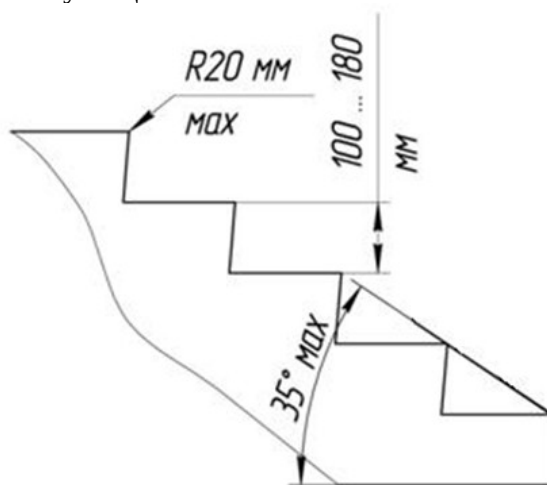

Рис.4. Параметры лестницы
Лестничный гусеничный подъемник Барс-УГП-130 предназначен для транспортировки сопровождающим лицом инвалидов в кресле-коляске (с двумя большими задними колесами) по лестнице, имеющей следующие характеристики (Рис.4):
- кнопка аварийной остановки (Рис.4) должна быть в нажатом положении и гореть красным цветом;
- нажать кнопку переключателя движения вверх/вниз (Рис.4) и убедиться, что гусеницы приходят в движение.
- отрегулировать подголовник по высоте (Рис.4), в соответствии с ростом человека, сидящего в кресле коляске;